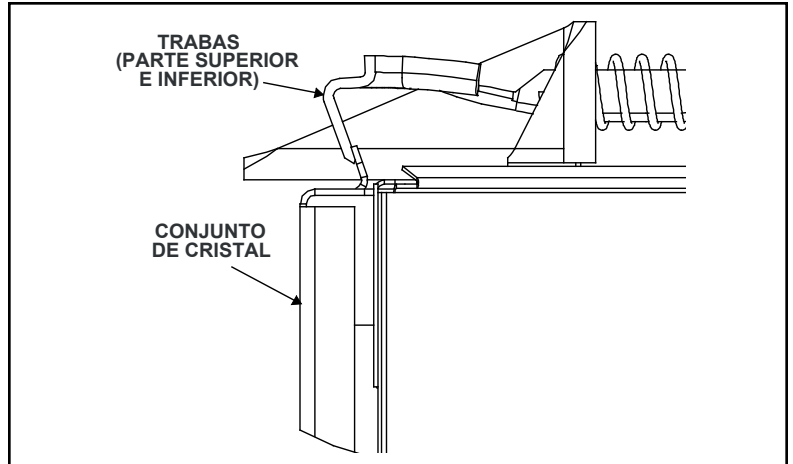

Figura 33. Conjunto de cristal
- Retire la puerta de cristal de la unidad (Figura 33).